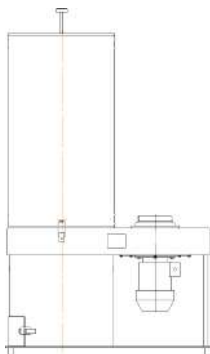

Рис. 1
- УВП-2000А – на основании с четырьмя ножками, рис.1;